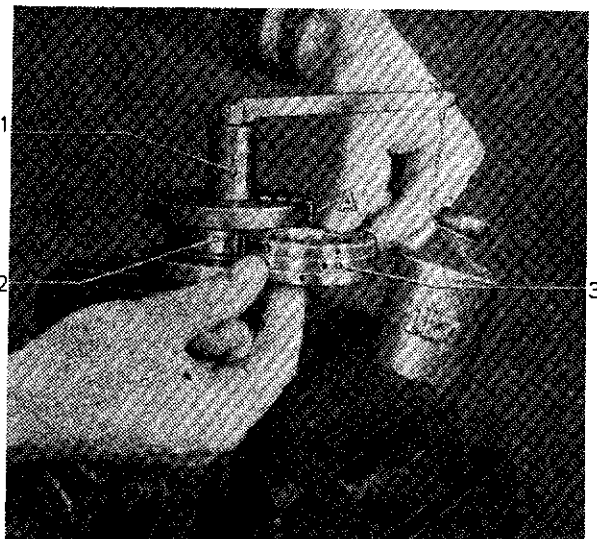

Fig. 53. — Mesure des roulements du différentiel
- A l'aide du montage S 1065 (voir fig. 53) et d'une jauge S 1061, mesurer l'épaisseur de chaque roulement de différentiel, sous une pré-charge de 1 kg.